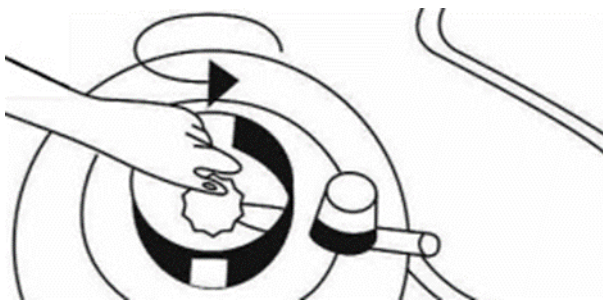

Рисунок 6. Схема відкриття вентиля балона.
1. Відкрити вентиль на газовому балоні, обертаючи його проти годинникової стрілки (рис. 6)